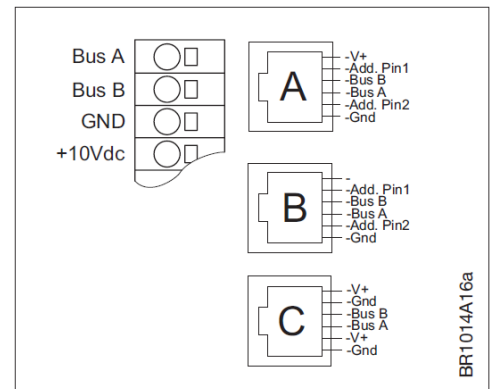

Fig. 3-13: Modbus-anslutningar
- Inom styrklämmorna är plintar för anslutning av Modbus markerade med "Bus A", "Bus B" och "GND" (se fig. 3-13).
- Via adresseringskontakt för RJ12-uttagen "A" eller "B" (se fig. 3-13 och tabell 3-3).